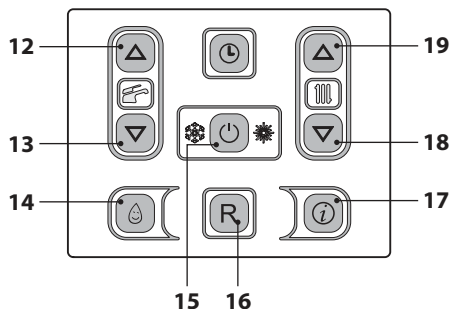
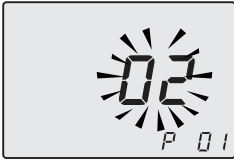

Figura 5.49
Figura 5.50
- Entre en la "modalidad de programación" pulsando simultáneamente durante 10 segundos los botones 15 - 18 - 19 (Figura 5.49) hasta que aparezcan en el display LCD las letras **P01**, indicando que se ha entrado en el "parámetro 01" (Figura 5.50).
- Pulsando el botón 15 (Figura 5.49) se confirma el valor introducido.